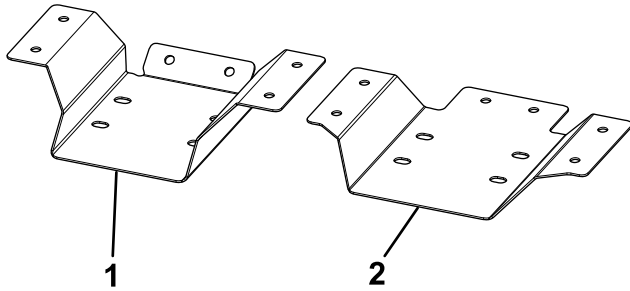

Bild 1
- Verwenden Sie **Bild 1**, um die äußere Montageplatte zu bestimmen, die Sie mit Ihrem Streuer-Modell verwenden möchten.